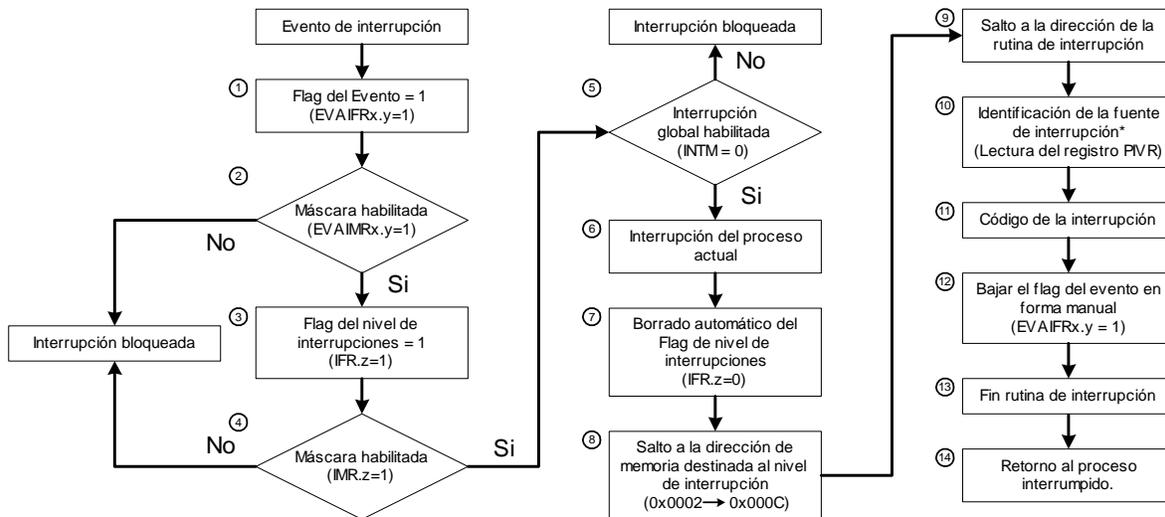

Fig. 6 Diagrama de flujo de un evento de interrupción.
El manejo de interrupciones en el 2407 se basa en una serie de “flags” o avisos de interrupción y de “máscaras” o habilitadores de interrupción. Existe una gran cantidad de *eventos* capaces de generar interrupciones, los que se encuentran agrupados en 6 *niveles de interrupción*, de acuerdo a su prioridad. Debido a que varios *eventos de interrupción* activan un mismo *nivel de interrupción*, el DSP cuenta con una estructura muy flexible, que permite bloquear los eventos no necesarios e identificar de manera fácil qué evento es el que ha producido el *llamado de interrupción*. La **Fig. 6** muestra el diagrama de flujo de un *evento de interrupción* relacionado con el Event Manager (EV). En el caso de eventos ajenos al EV los bloques 2 y 3 son reemplazados por los bits de máscara y flag propios del evento.